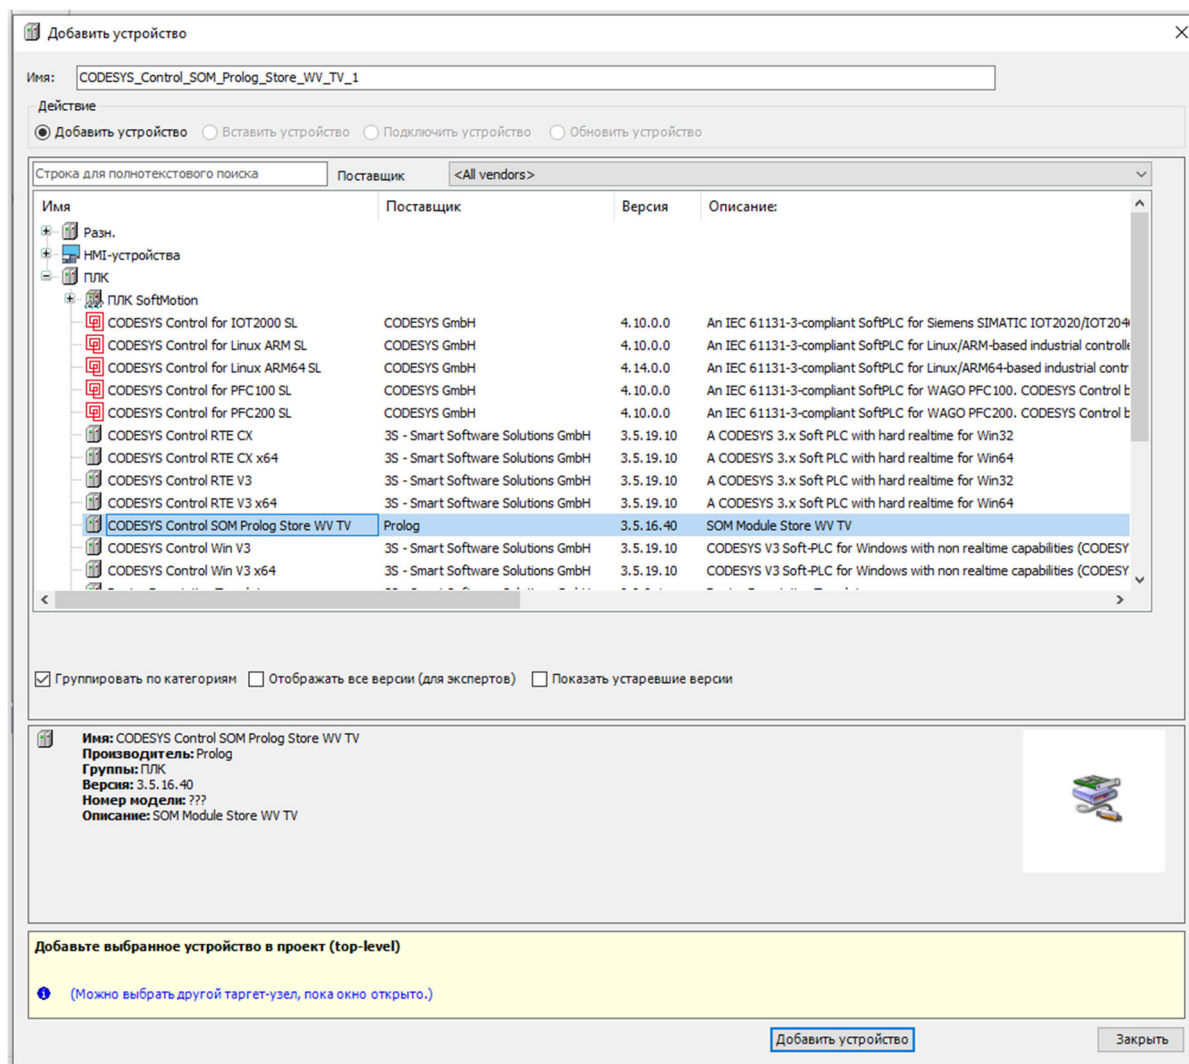

Рис.8.1. Выбор драйвера ПЛК
2. Добавьте драйвер ПЛК в проект CodeSys 3.5. Для этого щелкните ПКМ в дереве устройств на названии Вашего проекта, выберите «Добавить устройство...», выберите «CODESYS Control SOM Prolog Store WV TV», нажмите кнопку «Добавить устройство» (рис. 8.1)